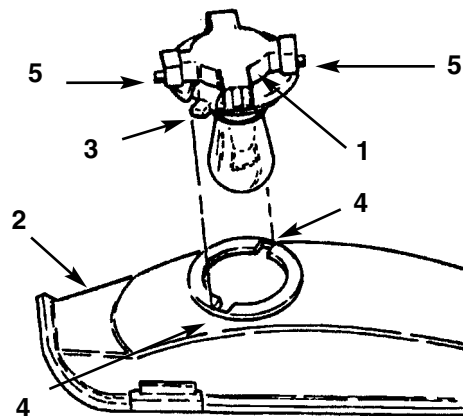

Fig. 19
1. Koble knivkontrollen fra, sett på parkeringsbremsen og dreii tenningsnøkkelen til "OFF" (AV) for å stoppe motoren.
3. Dreii pæreholderen 1/4 omdreining mot urviserne og ta den av reflektoren (fig. 19).
2. Pæreholderen har to knaster (fig. 19). Rett disse opp med slissene i reflektoren, stikk pæren ned i reflektoren og dreii pæren 1/4 omdreining med urviserne til den stopper.